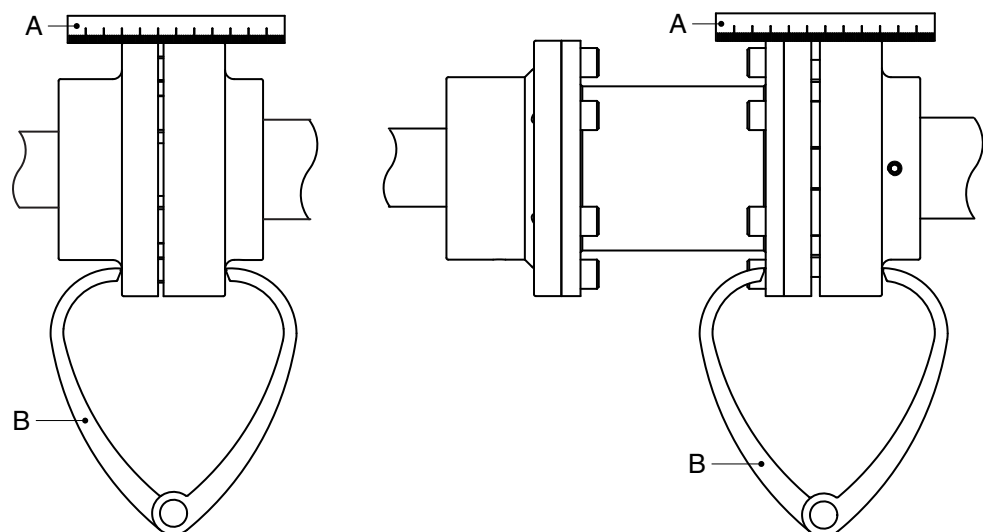

Рисунок 3: Совмещение муфты при помощи линейки и пары кронциркулей
- 1 Поместите линейку (A) на муфту. Вставьте или снимите столько медных шайб, сколько необходимо, чтобы установить электродвигатель на нужную высоту таким образом, чтобы прямая кромка касалась обеих полумуфт по всей длине, см. рисунок 3.
- 3 Еще раз проверьте совмещение при помощи пары кронциркулей (B) в 2 диаметральном противоположных точках по бокам полумуфт, см. рисунок 3.